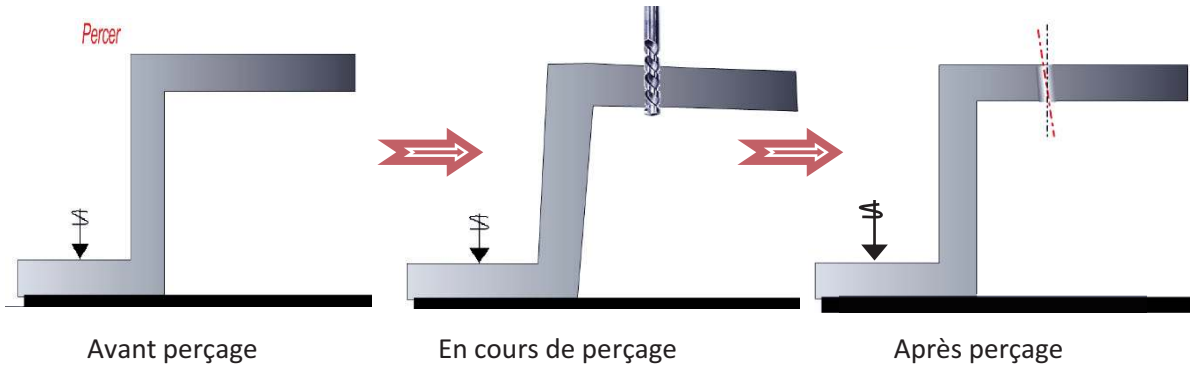

Figure 1
- a- On désire percer une pièce comme le montre la figure 1.